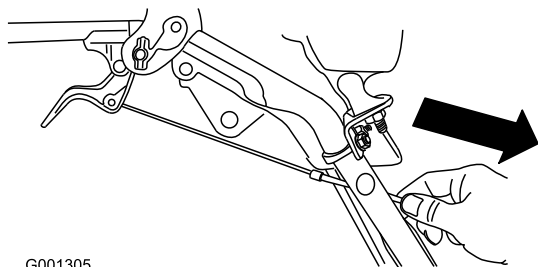

Figura 8
4. Abbassate con catela la guaina del cavo finché la leva della frizione ruota non si abbassa eliminando l'imbandito dal cavo, quindi serrate a fondo il dado del serrafile del cavo (Figura 8).